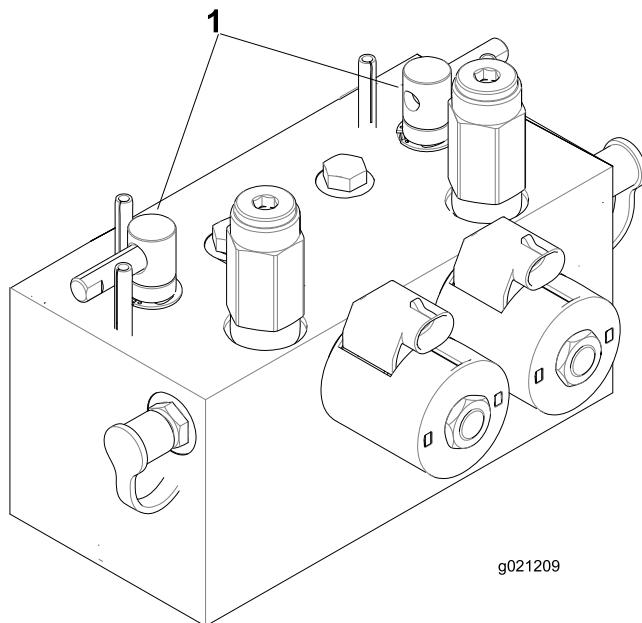

Рисунок 76
2. Разблокируйте и поднимите сиденье для доступа к рычагам обратного вращения (заточки) (Рисунок 76).
5. Выберите передний, задний или оба рычага обратного вращения, чтобы определить, заточку каких режущих блоков необходимо произвести (Рисунок 76).